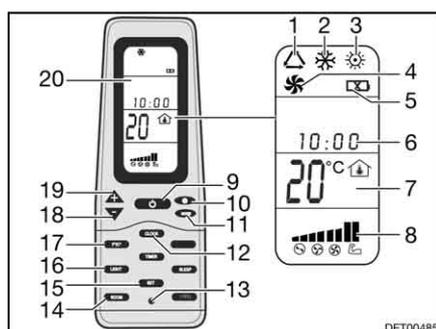

Fig. 172 Controlo remoto
- Prima a tecla ON/OFF (Fig. 172,9).
- Prima a tecla "Mode" (Fig. 172,11) tantas vezes até ser mostrado o modo de serviço pretendido (Fig. 172,1, 2, 3 ou 4) no display (Fig. 172,20).
- Com as teclas "+" (Fig. 172,19) e "-" (Fig. 172,18), regule a temperatura pretendida.
- Com a tecla Velocidade do ventilador (Fig. 172,10) escolha o nível pretendido do ventilador.